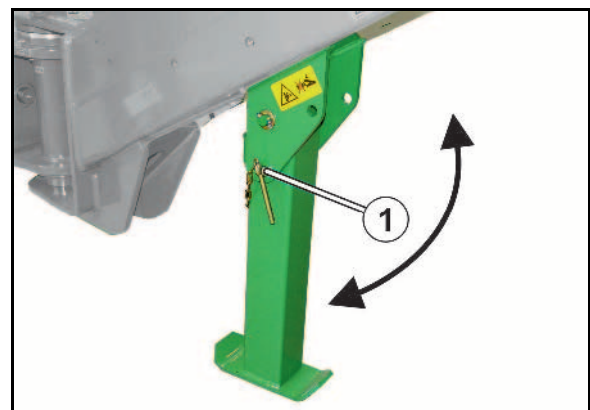

Рис. 55
- пристрій управління технологічними коліями на розподільній голівці закриває через заслінку (Рис. 55/1) підведення висівного матеріалу до насіннєпроводу (Рис. 55/2) сошників технологічної колії
Подача висівного матеріалу до сошників технологічних колій припиняється, коли електродвигун (Рис. 55/3) закриває відповідні насіннєпроводи (Рис. 55/2) в розподільній голівці.
Датчик (Рис. 55/4) перевіряє, чи належним чином працюють заслінки (Рис. 55/1), які відкривають та закривають насіннєпроводи (Рис. 55/2).